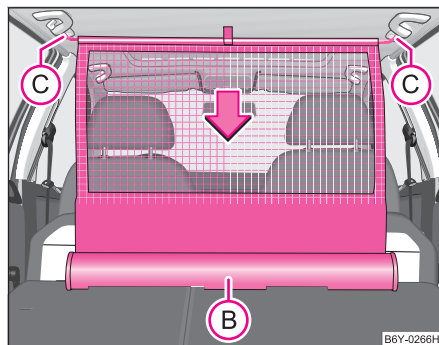

Fig. 64 Strângerea peretelui despărțitor
- Trageți bara în spate din suporturile din plafon, mai întâi pe o parte, apoi pe partea cealaltă, și scoateți-o din suporturi (C) ⇒ pagina 80, fig. 64.
- **Susțineți** bara transversală astfel încât peretele să se poată rula încet și fără să se deterioreze, în carcasa (B).